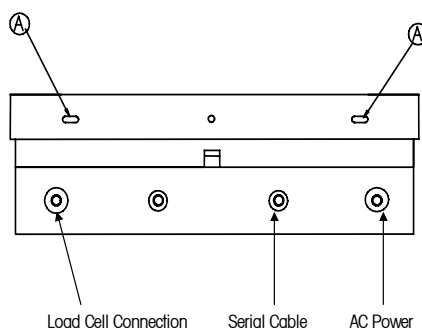

Figura 4
1. Introduzca la punta de un destornillador de hoja plana en una de las dos ranuras ("A" en la Figura 4) de la parte inferior del panel delantero.